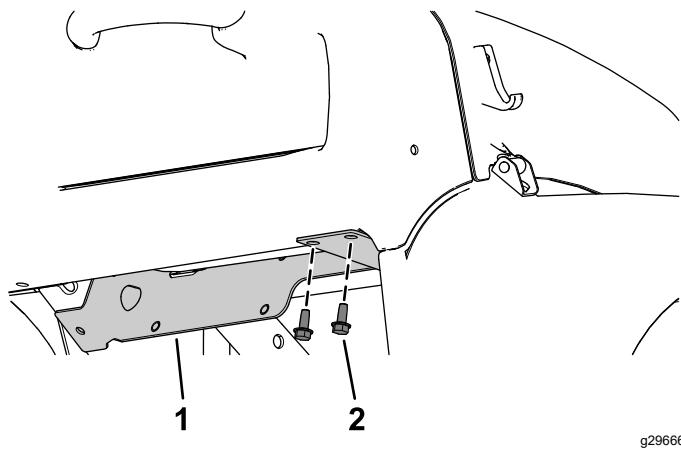

図 25
B. ヒーターブラケットの右側をダッシュボードに固定する先ほど外したねじ $5/16 \times 3/4"$ 2本を使用して図25のように取り付ける。